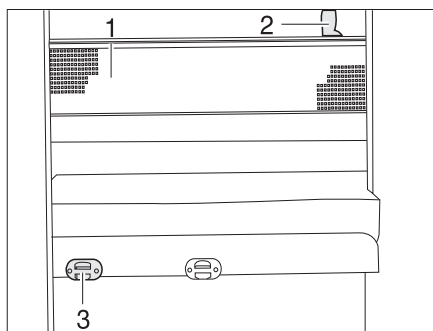

Fig. 177 Rete protettiva
- Agganciare la scaletta di accesso con i longheroni nell'apposito supporto (Fig. 177,3) al diaframma.
La rete protettiva (Fig. 177,1) è stivata sui modelli di serie tra il materasso e il telaio portamaterasso. Fissare la rete protettiva soltanto dopo che la persona si è già stesa nel letto.
- Fare innestare i nastri di sostegno (Fig. 177,2) nei supporti sul soffitto.